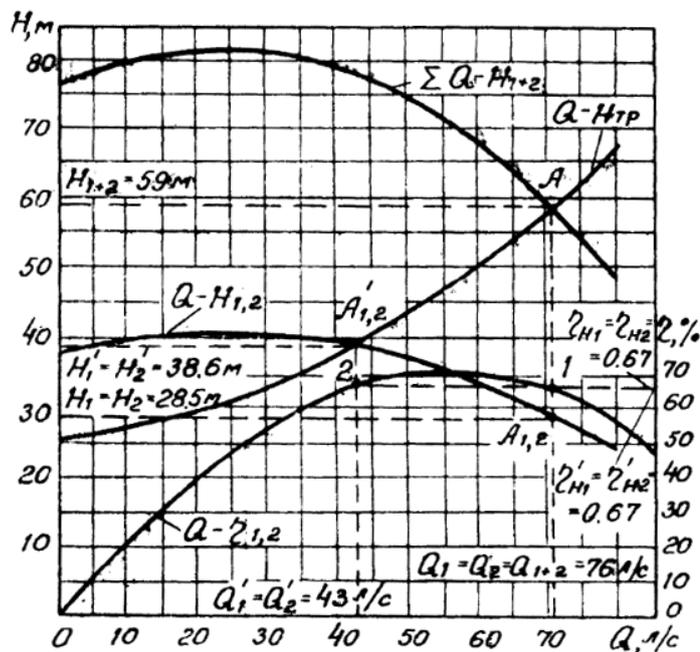

Рис. 5. Характеристика последовательной работы двух одинаковых центробежных насосов Д200-36.
**Постановка задачи.** Два одинаковых центробежных насоса Д200-36, соединённых последовательно, подают воду в напорный резервуар на геометрическую высоту  $H_z=25$  м. Насосы расположены на одной насосной станции. Характеристики приведены на рис. 5. Вода в резервуар подаётся по напорной линии, устроенной из новых чугунных труб  $d_n=200$  мм и длиной  $l_n=1000$  м. Потеря напора во всасывающей линии не учитывается ввиду её малости.